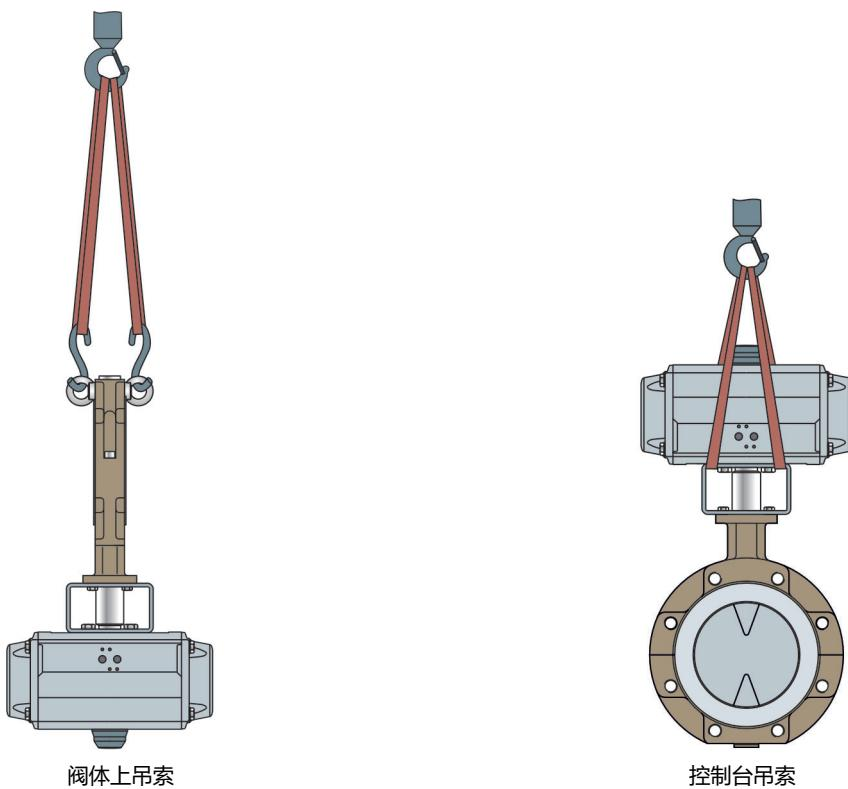

图 4-1: BR 10e 蝶阀提升点
- ⇒ 使用带有安全夹的挂钩作为悬吊元件，以防吊索在提升和运输期间滑离挂钩，请参见 图 4-1。
- ⇒ 将吊索扣紧到起重机或叉车的每个悬吊元件 (例如, 挂钩), 请参见 图 4-1。
- ⇒ 将吊索扣紧到起重机或叉车的托架和悬吊元件（例如，挂钩），请参见图 4-1。在执行此操作时，请检查承载量和吊索长度，以确保安全。